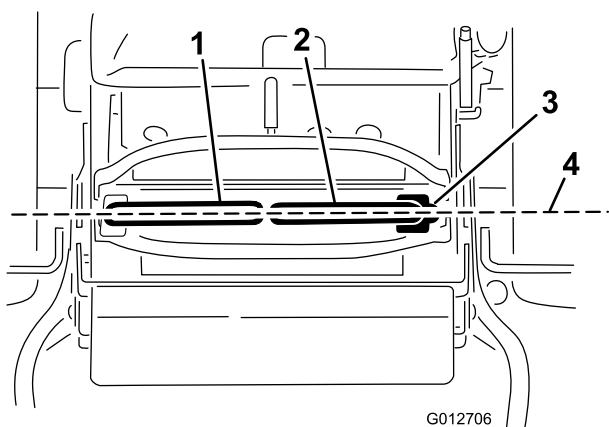

Figure 70
Important: Assurez-vous que l'alignement des roues de la machine est correct après avoir réglé les leviers de commande de déplacement. La procédure est identique pour régler l'alignement des roues et aligner les leviers de commande de déplacement longitudinalement (Figure 70).
1. Une fois le réglage horizontal terminé, contrôlez l'alignement avant/arrière en poussant légèrement les leviers de commande vers l'avant pour rattraper le mou de la timonerie des leviers de commande (Figure 70).